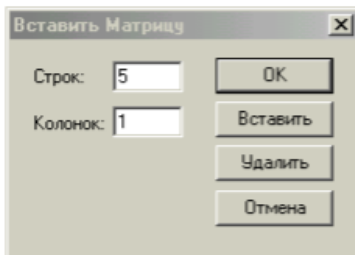

Рис.3.3. Вікно вводу матриці і векторів
3. відкрити натиснути по клавіші Matrix or Vector вікно діалогу визначення розмірності матриці і ввести розмірність матриці і ввести розмірність матриці: кількість рядків (Rows), кількість стовбців (Columns); закрити вікно діалогу, натиснувши кнопку «Ok» (рис. 3.3).